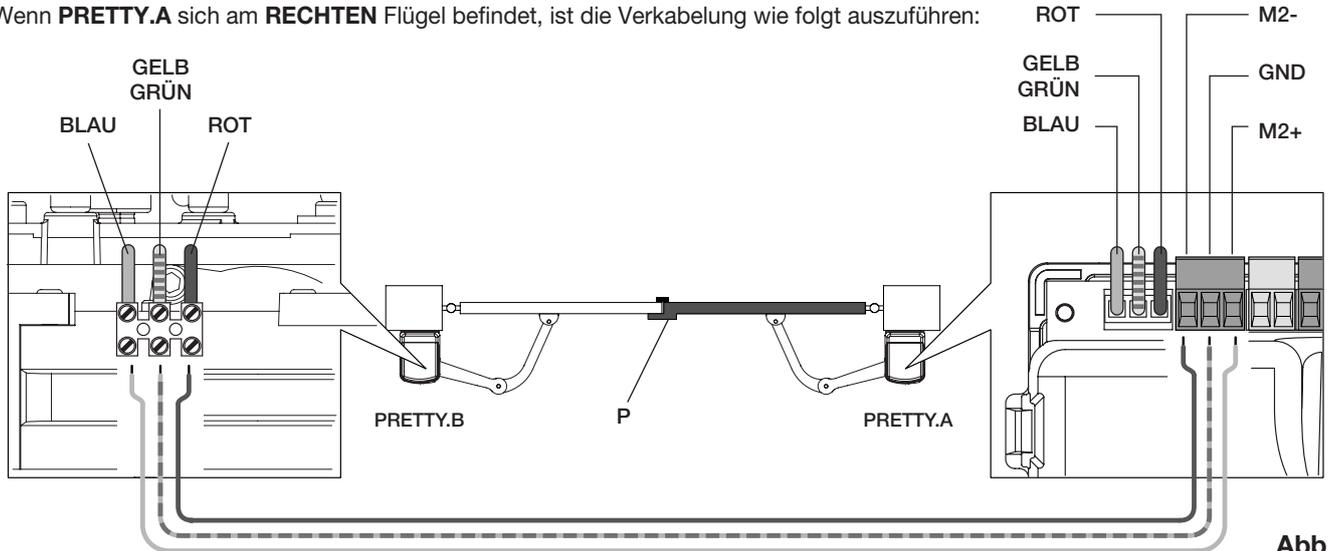

Abb.27
Wenn die Flügel ein Anschlagprofil ähnlich dem in Abbildung 27/28, Detail P gezeigten aufweisen, beachten Sie bitte, dass der Öffnungsvorgang immer mit dem Motor PRETTY.A beginnt, der Schließvorgang jedoch immer mit Motor PRETTY.B. Sollte sich das Anschlagprofil am Torflügel mit Motor PRETTY.B befinden, kann diese Reihenfolge über die Funktion MINV umgekehrt werden.
b) Der Flügel, der gegebenenfalls ein Anschlagprofil aufweist (Abb. 27/28, P), muss sich beim Schließen zuletzt bewegen.
Bei Toren mit einem Anschlagprofil (Abbildung 27/28, Detail P) muss eine Versatzeit zwischen den Bewegungen eingestellt werden, um die Berührung zwischen den Flügeln zu vermeiden.
Keht die Öffnungs- und Schließreihenfolge der Flügel um, für den Fall, dass ein Anschlagprofil vorhanden ist (Abb. 27/28, P). Normalerweise startet der Motor PRETTY.A die Bewegung 3 Sekunden vor Motor PRETTY.B. Beim Schließen startet Motor PRETTY.B die Bewegung vor Motor PRETTY.A mit einer Zeit, die über die Funktion TDMC einstellbar ist.